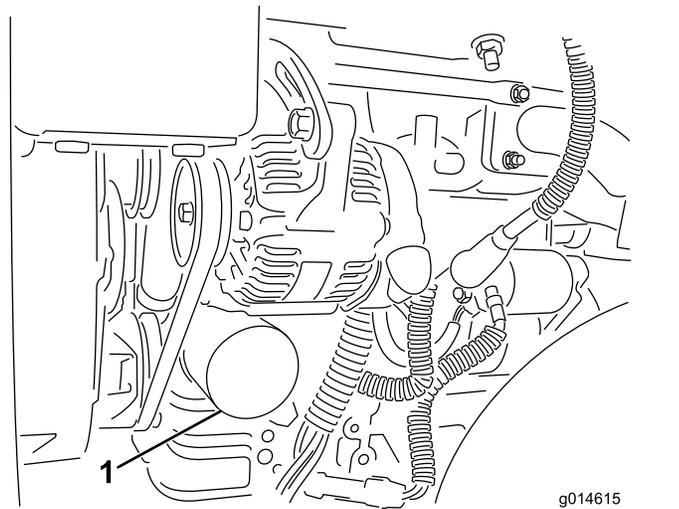

図 47
- オイルフィルタ 図 47 を外す。新しいフィルタのガスケットに薄くエンジンオイルを塗る。